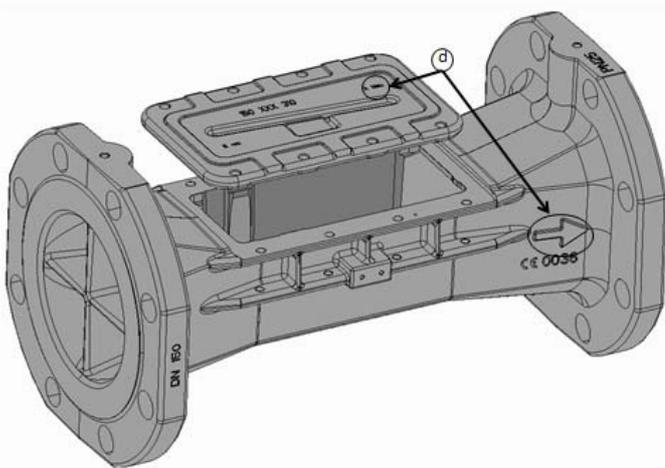

Abb. 5: Fließrichtung
- Setzen Sie den Interims-Deckel in die Öffnung ein. Beachten Sie dabei die Fließrichtung. Der Auslauf „A“ auf dem Interims-Deckel und der Pfeil auf der Armatur müssen übereinstimmen (siehe Abb. 5, gekennzeichnet mit „d“).